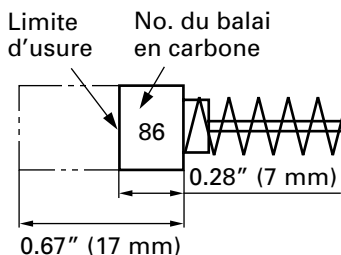

Fig. 8
4. Contrôle des balais en carbone (Fig. 8)
REMARQUE: Utiliser le balai en carbone HITACHI No. 86 indiqué sur la Fig. 8.